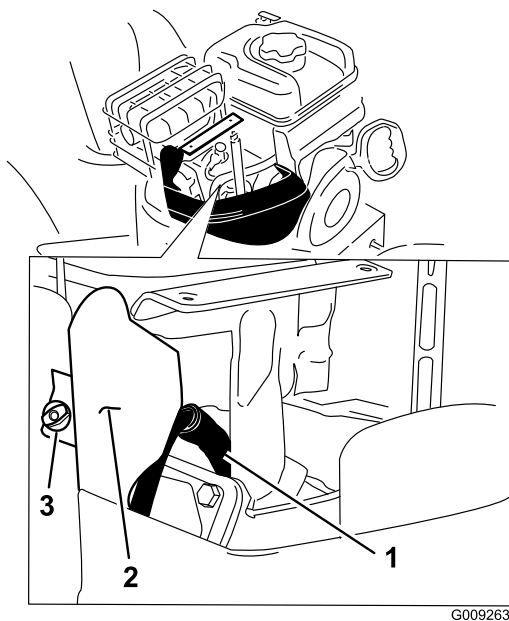

Figure 53
4. Enlevez la vis à oreilles du support et le support (Figure 53).
5. Nettoyez la surface autour de la base de la bougie (Figure 53).